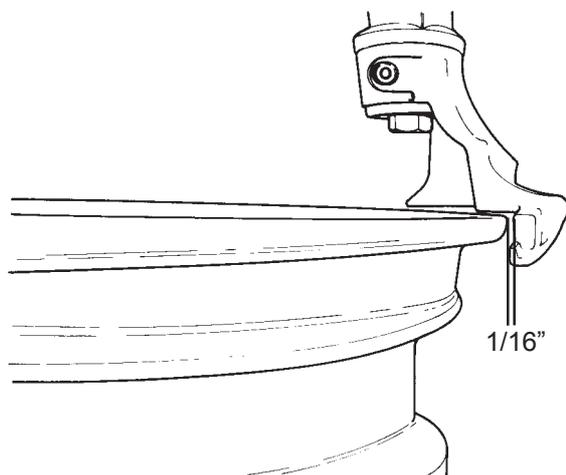

Fig.17
E. Position the mount/demount head in contact with rim edge and lock it into place: the tool automatically moves away from the rim edge vertically. Turn the adjustment knob until the mount/demount head clears from the rim flange about 1/16" (2mm): this is necessary to avoid any rim damage (Fig.17).
E. Mettre l'outil en contact avec le bord de la jante et le bloquer: l'outil s'éloigne automatiquement du bord de la jante en sens vertical. Tourner la poignée de réglage jusqu'à ce que l'outil s'éloigne du bord de la jante à peu près de 1/16" (2mm): cela est nécessaire pour éviter des dommages à la jante. (Fig. 17).